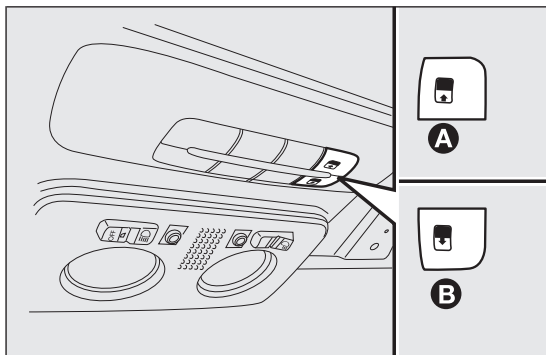

fig. 66
Pour les refermer, effectuer les mêmes opérations en sens inverse. Le toit ouvrant ne fonctionne que lorsque la clé de contact est sur la position MAR. Les commandes A et B fig. 66 situées sur la platine dédiée à côté du plafonnier avant commandent les fonctions d'ouverture/fermeture du toit ouvrant.
Lorsque vous appuyez sur le bouton B fig. 66 et que vous le maintenez actionné, le panneau de la vitre avant se place en position « spoiler » ; appuyer à nouveau sur le bouton B, puis, en actionnant la commande pendant plus d'une demi-seconde, vous déclenchez le mouvement de la vitre du toit qui se poursuit automatiquement jusqu'à la position intermédiaire (position « Confort »).
En position d'ouverture complète, appuyer sur le bouton A fig. 66 et, si l'on enfonce le bouton pendant plus d'une demi-seconde, la vitre avant du toit arrive automatiquement en position intermédiaire (position « Confort »).
- ☐ appuyer sur le bouton A fig. 66 jusqu'à la fermeture complète du toit. Relâcher le bouton ;